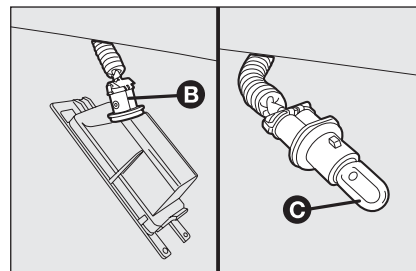

fig. 34
- ☐ gire el portalámpara **B**-fig. 34 hacia la izquierda, luego extraer la lámpara **C**.